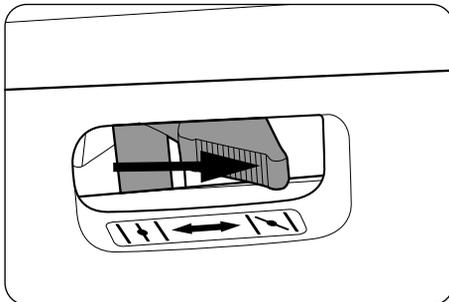

рис. 23
Поверните рычаг воздушной заслонки (3) в положение . (рис. 23)